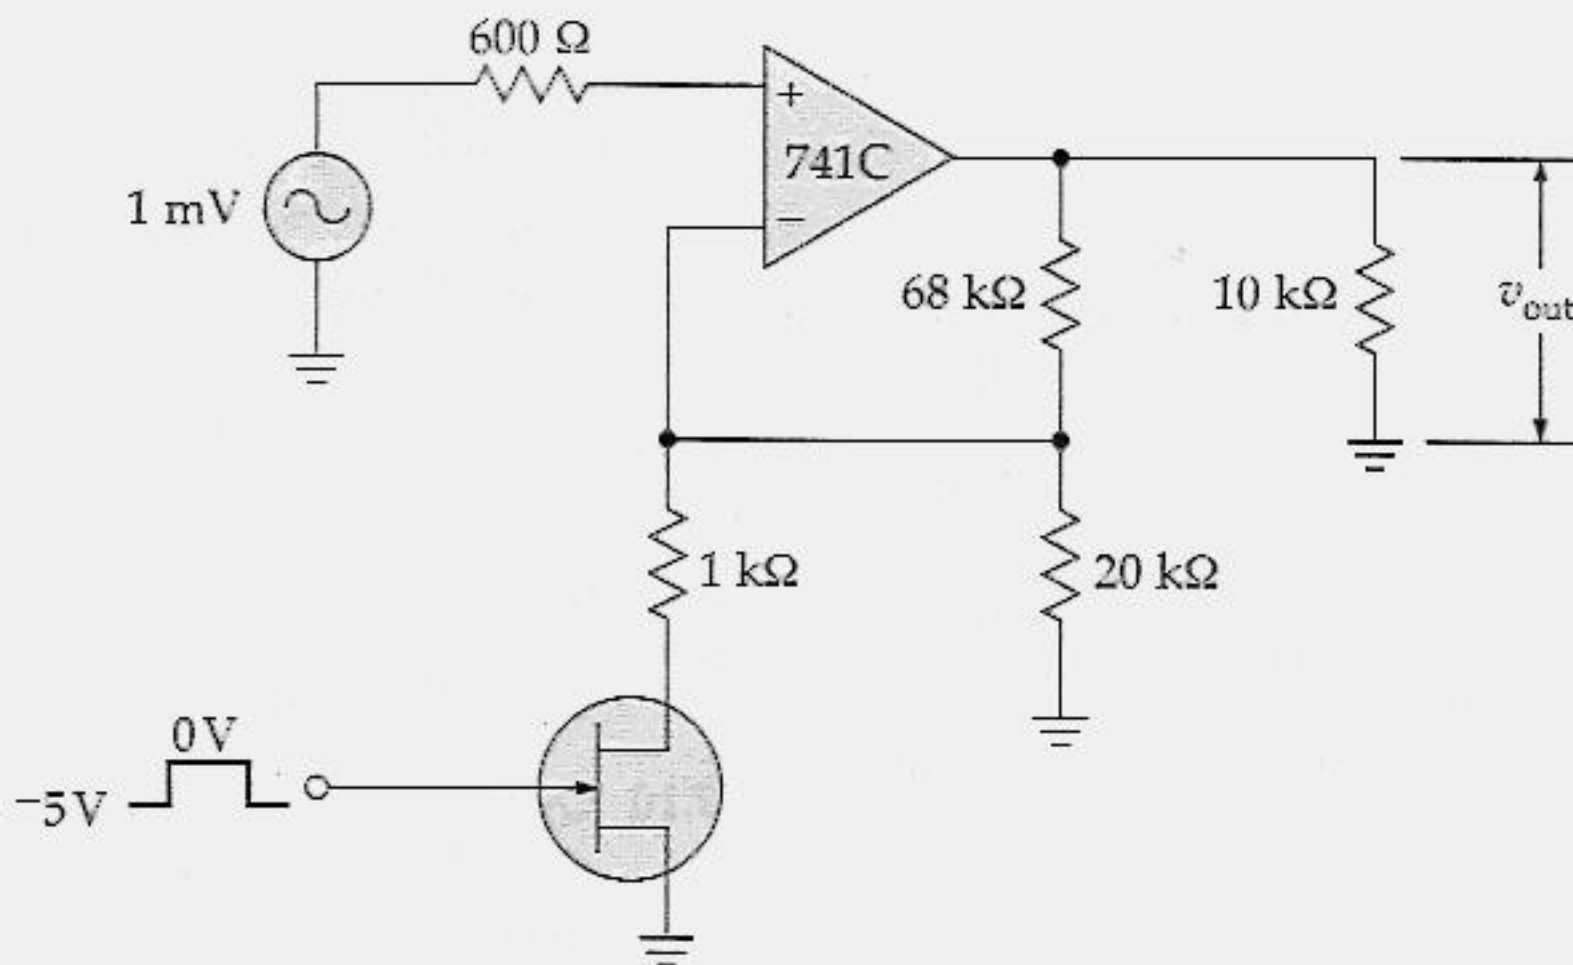

Figura 20.38
20.2 O JFET da Figura 20.38 tem $V_{GS(off)} = -4$ V e uma resistência de dreno de $30\ \Omega$ quando está em condução. Qual a mínima tensão de saída do circuito? E a máxima?
- 20.4 Qual a largura de banda de malha fechada do circuito da Figura 20.38?